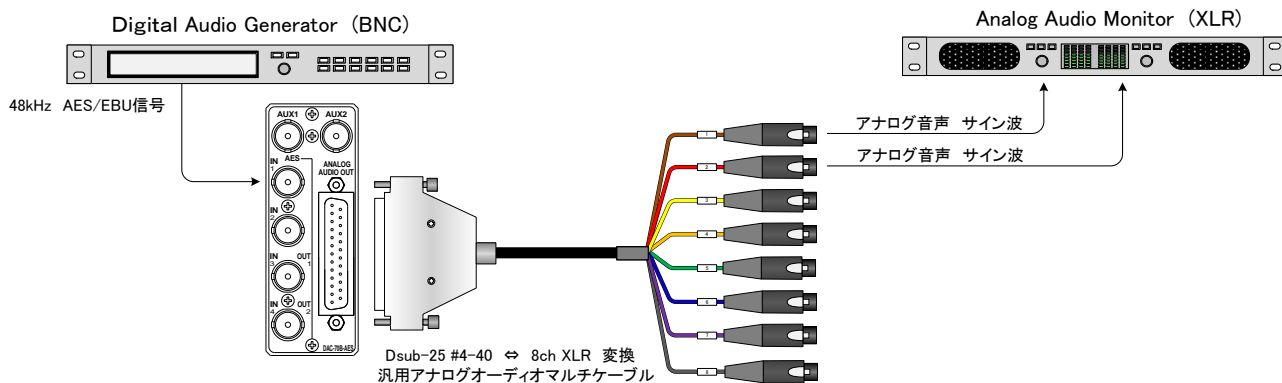

図2.4.1 基本動作チェック
(1) 「図2.4.1基本動作チェック」に従い、機器を接続し筐体の電源をONにします。
(2) 音声信号を入力した時、ELディスプレイのピークメーターが反応するか確認します。